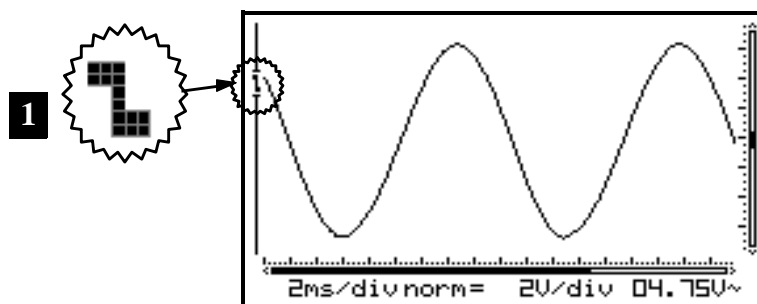

Fig 41
1. Arranque en el flanco montante de la señal: La pantalla visualiza la señal tan sólo cuando detecta un flanco positivo, es decir, la señal tiene que cambiar de abajo hacia arriba para provocar el arranque. (Fig. 41)